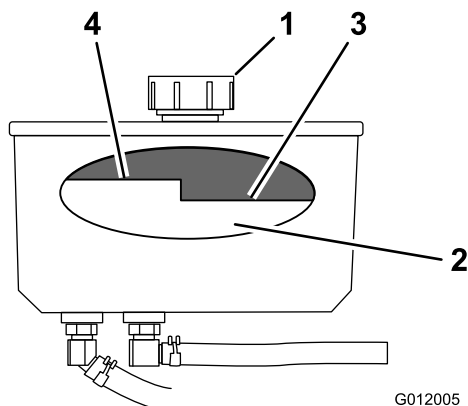

Figure 72
4. Nettoyez la surface autour du bouchon et du goulot de remplissage (Figure 72).
5. Enlevez le bouchon du goulot de remplissage (Figure 72).
Remarque: Lorsque l'huile est chaude, le niveau doit être en dessous du repère « à chaud » sur le déflecteur (Figure 72).